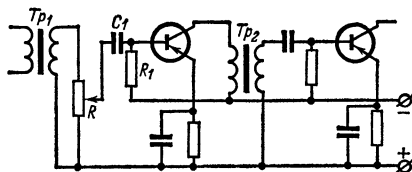

Рис. 89. Смешанная связь с помощью трансформатора, резистора и конденсатора. Потенциометр  $R$  служит для регулирования усиления (громкости).
**Л.** — В качестве регулятора громкости можно применять потенциометр  $R$  (рис. 89), чтобы по желанию снимать большую или меньшую часть напряжения, появляющегося на вторичной обмотке первого трансформатора. Ползунок этого потенциометра через конденсатор связи  $C_1$  соединен с базой первого транзистора. В новой схеме конденсатор применен и для связи между обоими транзисторами.